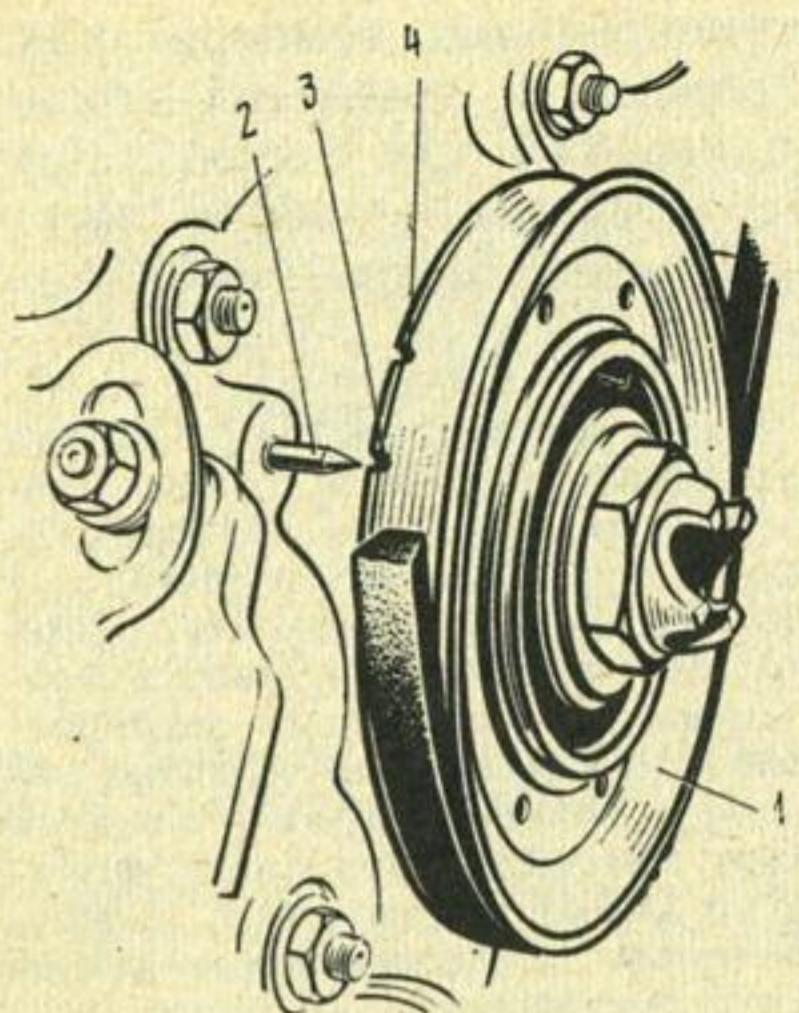

Рис. 6. Установочные метки на шкиве коленчатого вала:
2. Установите поршень первого цилиндра (считая от радиатора) в верхнюю мертвую точку (в. м. т.) такта сжатия (оба клапана закрыты), провернув пусковой рукояткой коленчатый вал двигателя так, чтобы метка 3 (рис. 6) (вторая при отсчете по направлению вращения коленчатого вала), нанесенная на шкиве 1 и имеющая форму конусного углубления, совместилась с острием штифта 2, закрепленного на нижней крышке картера привода механизма газораспределения.
При этом первая метка 4 (см. рис. 6) на шкиве коленчатого вала должна совпасть с острием установочного штифта 2.